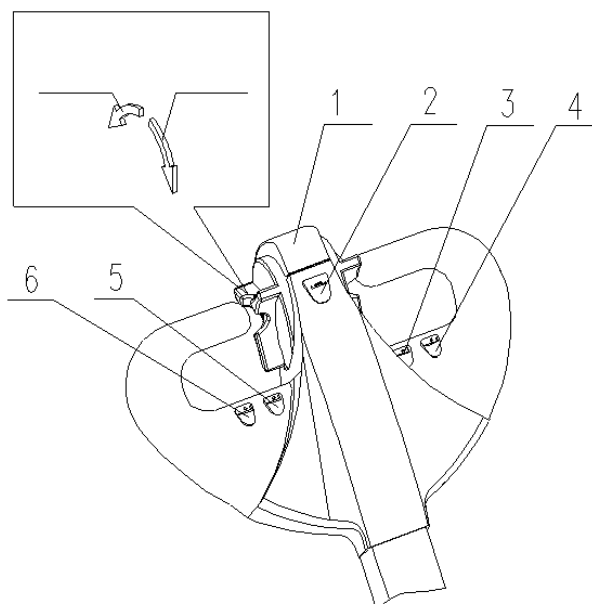

Рис.3
4. Инструкция ручного управления функциональными клавишами показана на рис.3